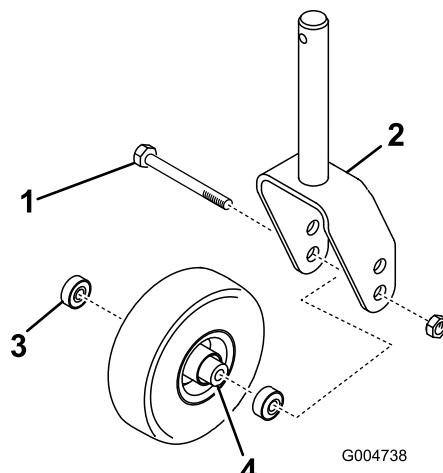

图 28
1. 从将脚轮总成固定在脚轮叉之间的螺栓上拆下锁紧螺母图 28。抓住脚轮并将螺栓滑出脚轮叉或枢轴臂。
2. 从轮毂上卸下轴承然后让轴承隔片脱落图 28。从轮毂的另一侧卸下轴承。